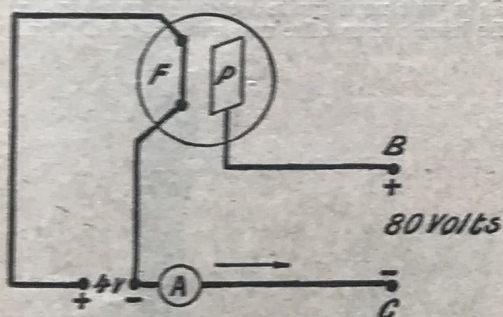

FIG. 1. — Schéma de principe d'une diode.
utilise, en outre, un levier 12 terminé par un épanouissement 13, qui peut être constitué par la tige recourbée sur elle-même. Près de la poignée 14 de ce levier, on a prévu une barrette transversale 15, de largeur telle qu'elle puisse s'introduire dans la glissière 1 et prendre la position indiquée sur la figure 1, lorsque le cric est en place.
met du corps du cric. On peut ainsi guider le cric et le maintenir en position voulue. Comme on le voit figure 1, une liaison avec une butée telle que 20 empêche le débatement de la glissière 1 pendant la marche.
**LAMPE A 2 ÉLECTRODES (fig. 1).** — C'est là la première application réalisée de l'effet utilisé actuellement dans les lampes modernes plus complexes. Une lampe à 2 électrodes ou diode, comprenait : un filament qui se trouvait porté au rouge par le courant d'une petite batterie et une plaque ; ces 2 électrodes étaient enfermés dans une ampoule sous vide. Le filament porté à une haute température émet des électrons ou particules d'électricité négative. Si la plaque n'est pas à un potentiel positif, les électrons négatifs n'ont pas la force de parcourir le chemin entre le filament et la plaque. Mais si la plaque est portée à un potentiel positif par rapport au filament, elle attirera les électrons issus du filament (d'après la théorie qui dit que les électricités de signe contraire s'attirent) ; les électrons iront donc frapper la plaque (appelée anode) ; or, un courant d'électron, c'est, par définition, un courant électrique, ce qui revient à dire que si on introduit en A un milliampermètre, il
La diode de la figure 1 pourrait être utilisée comme détectrice : il suffirait de disposer, entre B et la plaque P, un circuit parcouru par l'onde à détecter, c'est-à-dire par un courant alternatif de très faible voltage ; quand le
Ceci fait, il faut, soit placer aux quatre coins un gros œillet métallique d'environ 2 centimètres de diamètre, soit coudre à chaque coin une patte en toile, dans laquelle aura été pratiquée une sorte de boutonnière cylindrique « habillée » de gros fil (fig. 1).